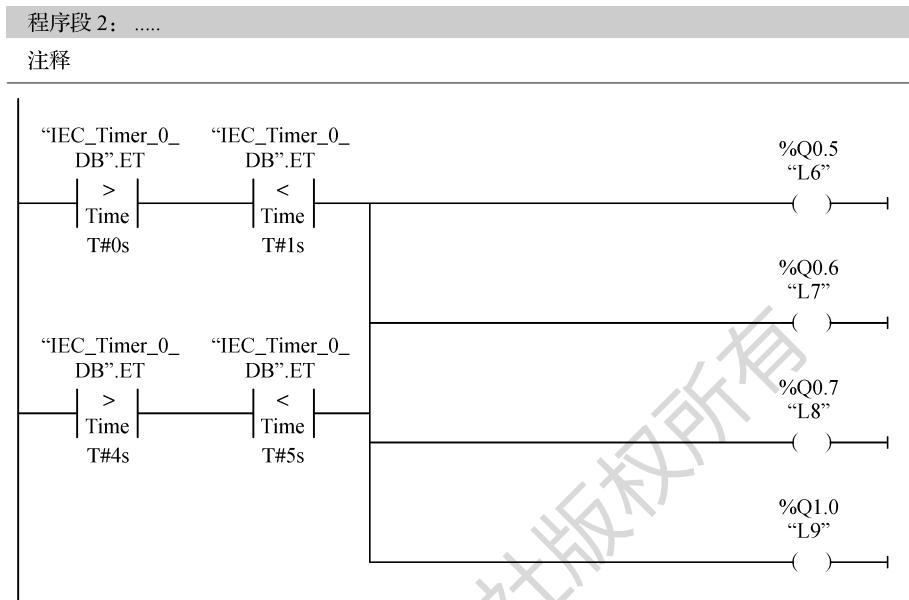

图 3-8 程序段 2
(2) 程序段 2: 设置 0—1 s 和 4—5 s 天塔之光模块的控制要求, 当按下启动按钮, 信号灯开始工作, 在 0—1 s 和 4—5 s 时, 信号灯 L6、L7、L8、L9 常亮, 如图 3-8 所示。